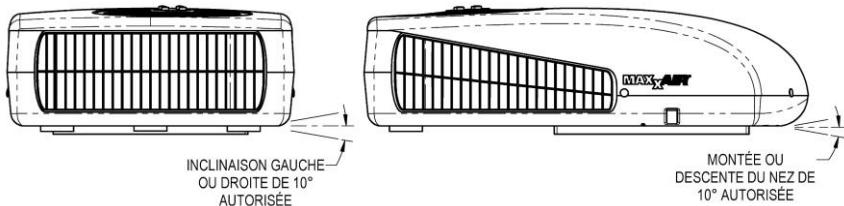

FIGURE 2
C. La pompe à chaleur doit être installée à niveau de l'avant à l'arrière et de gauche à droite lorsque le véhicule est stationné sur un terrain horizontal. La figure 2 montre les degrés d'écart maximum admissibles.